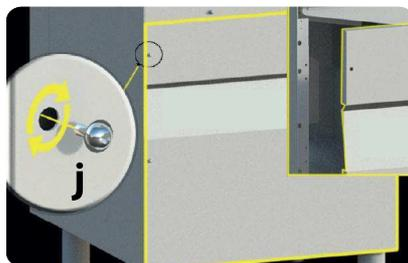

Fig. 11
- Enlever le panneau sous la porte pour accéder au compartiment technique, en enlevant les vis. (position **j** - voir **Fig. 11**).